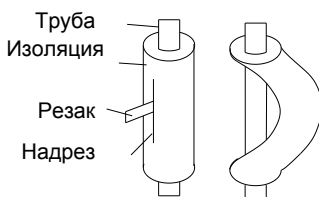

Рис. 4.12
(2) Не изгибайте трубы под углом более 90 °.
(3) При неоднократном изгибании и обратном растягивании трубы, свойства материала трубы (медь) теряются. После нескольких циклов изгиба/разгибания труба может потерять свою прочность. Не изгибайте и не растягивайте трубы более чем три раза.
(4) При изгибе трубы, не изгибайте ее в изоляции. Возможно повреждение трубы. Следует сделать надрез изоляции, как показано на рис. 4.12, и только после этого изгибать трубу. После изгиба трубы, следует обратно восстановить теплоизоляцию, закрепив её скотчем.